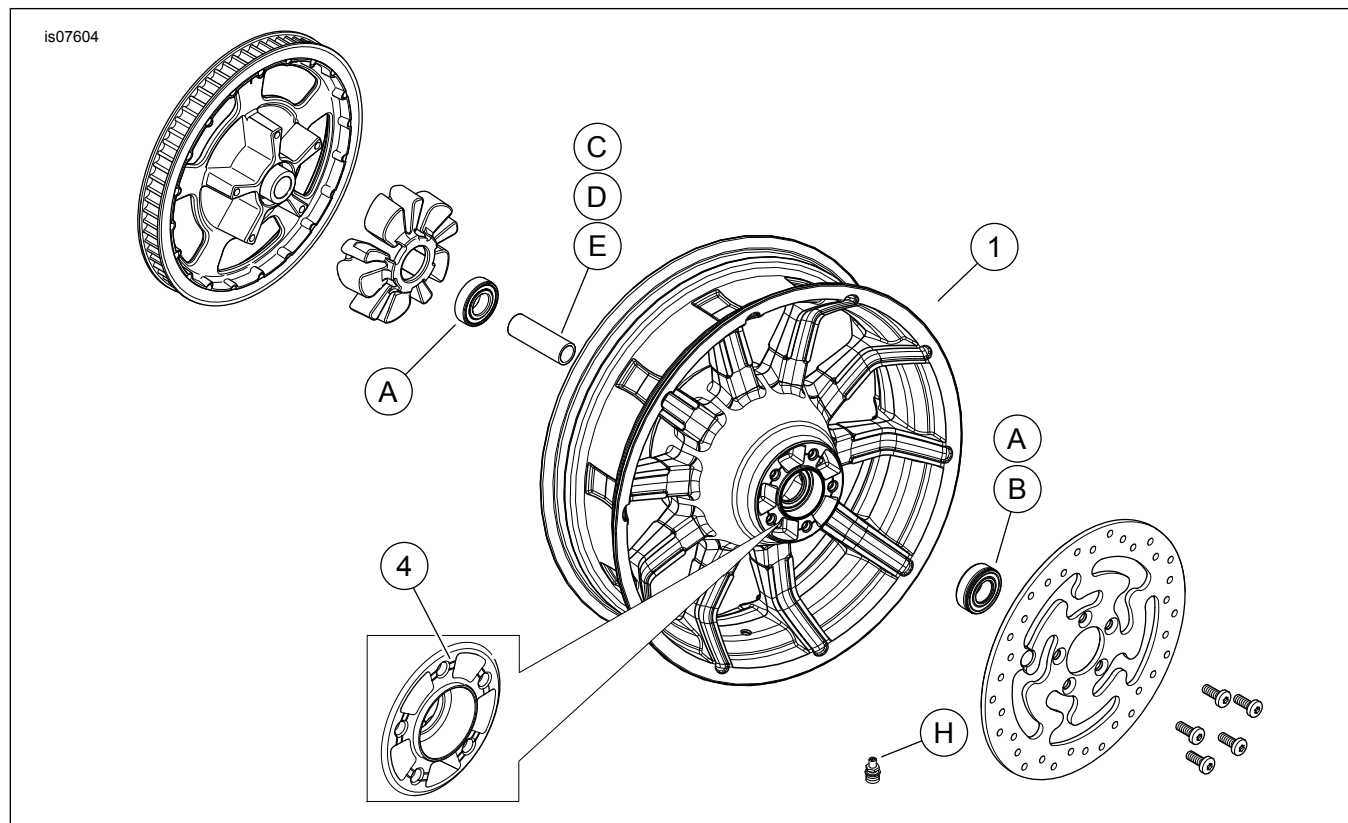

Figura 1. Piezas de servicio: Ruedas traseras Impeller
Estos kits incluyen solamente la rueda personalizada. Vea la Figura 1 y la Tabla 2.
2. Vea la Figura 1. Instale el conjunto del vástago de la válvula (H) en la rueda. Vea NEUMÁTICOS en el Manual de servicio.